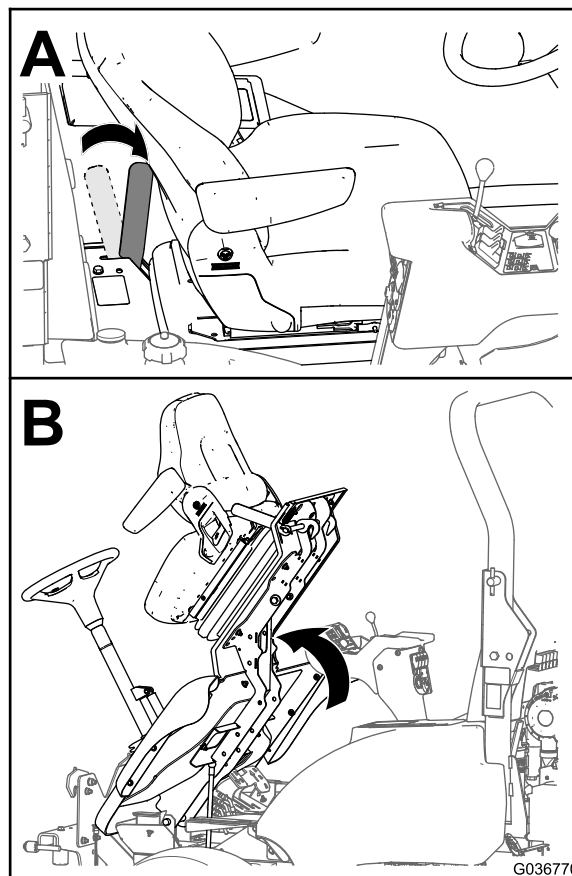

図 5
運転台のラッチハンドルを解除位置にして、図 5 のように運転台を前方に倒す。
A. 注意深く運転台を降ろす 図 5 運転台を上げるモデル 30651、30654、30657、30659 (ページ 3) を参照。
B. 運転台が一番下の位置に近づいてきたら、ラッチのハンドルを機体前方に動かす 図 5 運転台を上げるモデル 30651、30654、30657、30659 (ページ 3) を参照。
C. 運転台を完全に下げ、ラッチのハンドルを機体後方に動かしてラッチのフックを完全にロックバーに掛けて運転台を固定する 図 5 運転台を上げるモデル 30651、30654、30657、30659 (ページ 3) を参照。